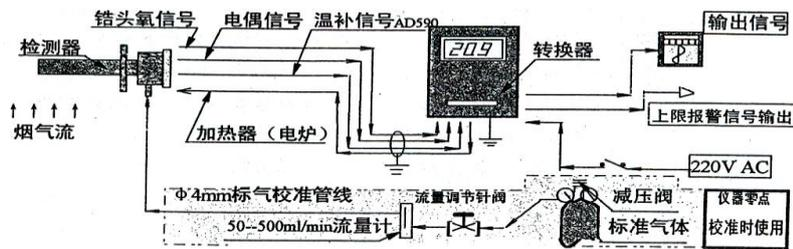
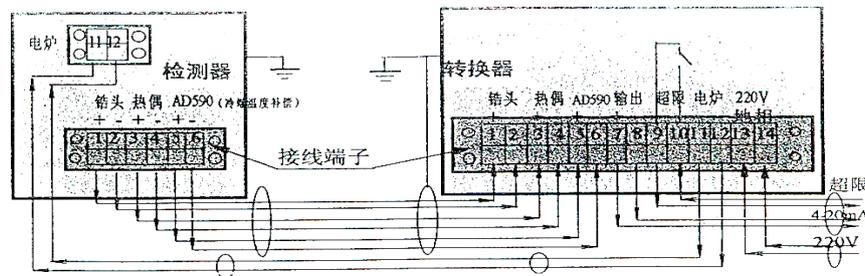

图 14 检测器与转换器的系统配置示意图
图 15 检测器与转换器的系统接线图
5.2.3、接线（系统配置见图 14，系统接线见图 15）：